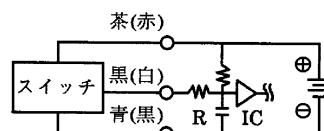

図4 容量性負荷に電流制限抵抗Rを入れた例。この時の抵抗R(Ω)は次式以上を使用してください。
- 容量性負荷(コンデンサ)を接続使用する場合には、スイッチON時に突入電流が発生しますので図4に示す保護回路を必ず設けてください。